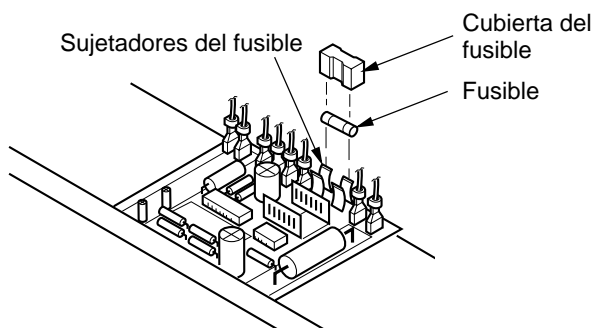

Figura 32 - Reemplazo del fusible
2. Desmonte los tornillos de la cubierta lateral (4) usando un destornillador para tuercas hexagonales de 5/16" para exponer el ensamblaje del control de ignición.
3. Desmonte la cubierta del fusible (consulte la figura 32).
4. Desmonte el fusible de los sujetadores (consulte la figura 32).
6. Vuelva a colocar la cubierta del fusible (consulte la figura 32).